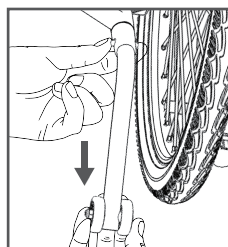

Abbildung 10
- Installation und Entfernen der Feststellbremse: Halten Sie den Stift an der Feststellbremse mit Ihren Fingern fest und stecken Sie ihn in das Rahmenloch, bis Sie ihn mit der Mutter am Rollstuhl festziehen können. Halten Sie den Stift beim Entfernen mit einer Hand fest und ziehen Sie die Feststellbremse mit der anderen Hand nach hinten, siehe Abbildung 10 (Hinweis: Ziehen Sie bei der Installation die Hutmutter an der Innenseite fest.)